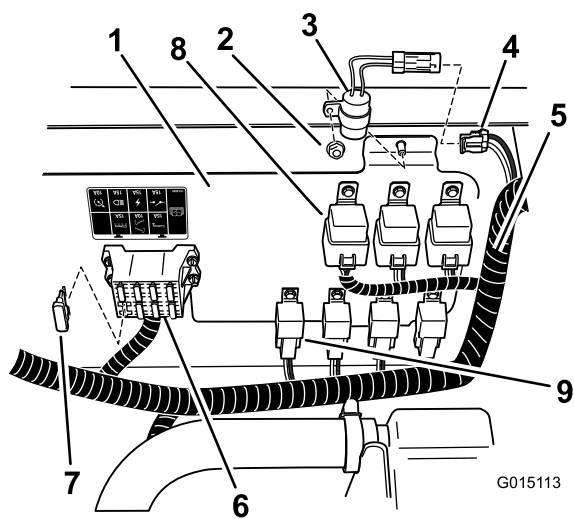
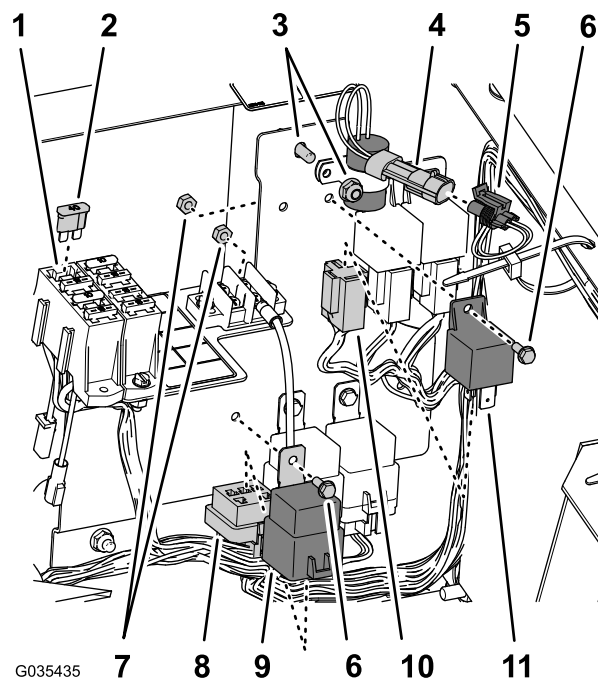
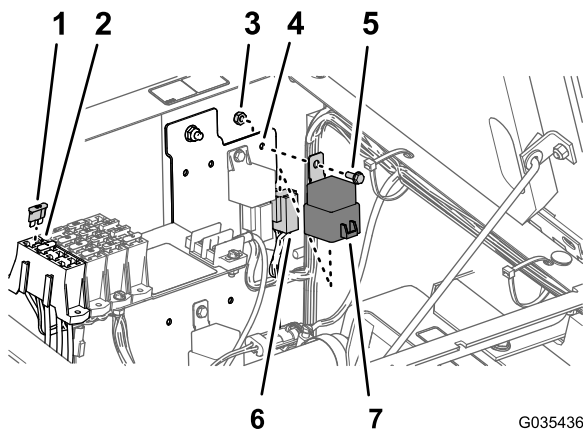

Bild 26
Bild 27
Bild 28
- A. Befestigen Sie den Verzögerungstimer mit der Sicherungsmutter vom Instrumentenbrett an der Stelle, die in Bild 26 oder Bild 27 abgebildet ist.
- B. Schließen Sie den mit „delay timer“ beschrifteten Timer an den 2-Buchsen-Stecker am Kabelbaum der Maschine an (Bild 26 oder Bild 27).
- Setzen Sie eine Sicherung (40 A) in den offenen Einschub am Sicherungsblock ein, wie in Bild 26, Bild 27 oder Bild 28 abgebildet.
- Ermitteln Sie das Relais und das Stromrelais unter den anderen Relais desselben Stils und befestigen sie mit den zwei Bundkopfschrauben (Nr. 10-24 x 1/2") und zwei Sicherungsmuttern (Nr. 10-24) an der Platte (Bild 26, Bild 27 oder Bild 28).
- Ermitteln Sie den 4-Buchsen-Stecker und den 5-Buchsen-Stecker am Hauptkabelbaum und schließen sie am Relais (4 Stifte) und Stromrelais (5 Stifte) an, wie in Bild 26, Bild 27 oder Bild 28 abgebildet.